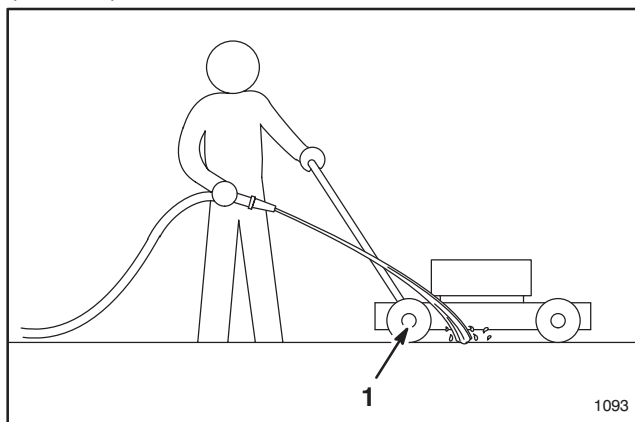

Abbildung 31
4. Wasserhahn aufdrehen, Schlauch auf Schiebeshöhe halten und Wasserstrahl kurz vor dem rechten Hinterrad auf den Boden lenken (Abb. 31). Der sich drehende Messerbalken zieht Wasser unter die Haube und spült so die Grasrückstände aus. Wasser für einige Minuten laufen lassen oder so lange, bis keine Grasrückstände mehr unter dem Mähdeck herausgewaschen werden.